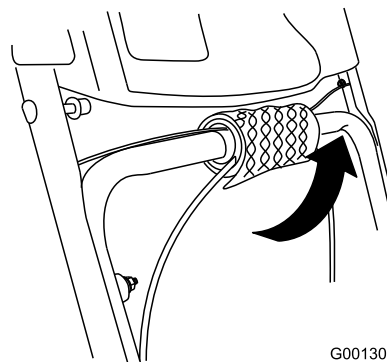

Bild 6
1. Wickeln Sie die Kabelenden vom unteren Holm ab (Bild 6).